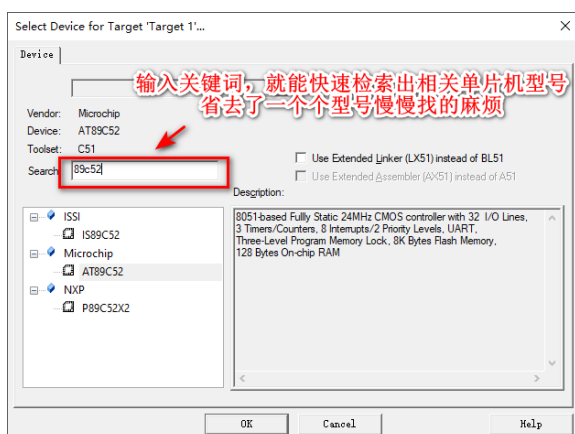

图 2-13 选择单片机型号
(3) 这时会弹出一个对话框，要求用户选择单片机的型号，可以根据用户使用的单片机型号来选择。Keil C51 几乎支持所有的 51 内核的单片机，实验板上用的是 IAP15F2K61S2，我们在对话框中找不到这个型号的单片机。因为 51 内核单片机具有通用性，所以我们在这里可以任选一款 89C52 型号，可以在搜索框中输入【89C52】这样的关键词就能快速搜索到所需型号。在这里选择 AT89C52 来说明，如图 2-13 所示。选中 AT89C52 之后，右边【Description】栏中是对该型号单片机的基本说明，我们可以单击其他型号单片机浏览一下其功能特点，然后单击【OK】按钮。